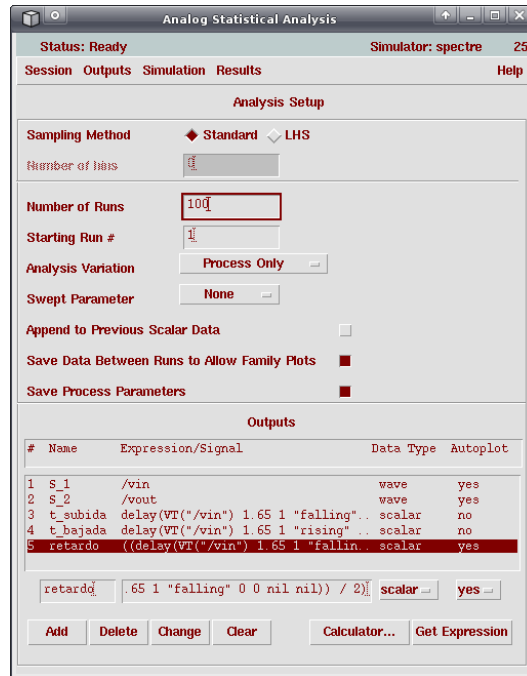

Figura 13: Ventana inicial del análisis estadístico.
5. Le aparecerá la ventana de la figura 13. Note que puede variar diversos parámetros, tales como en número de simulaciones (**Number of Runs**). Puede ser interesante encender la casilla **Save Data Between Runs to Allow Family Plots** para que la imagen de resultados incluya a todas las simulaciones, el resto de parámetros déjelos como están por